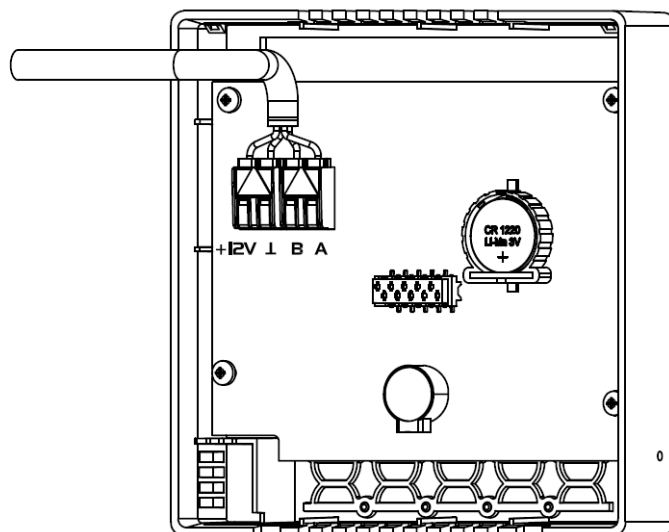

Рис. 4 Подключение проводов к пульту RC 2.
1.3 Провода необходимо подключить к клеммам согласно рис. 4.